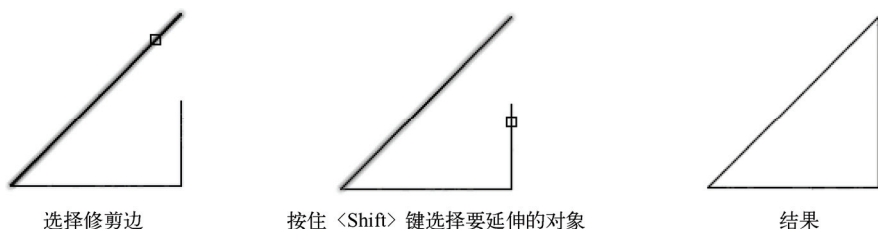

图 3-34 从修剪切换到延伸
5) 在修剪操作中,可以切换到延伸方式,如图 3-34 所示。其操作方法如下。